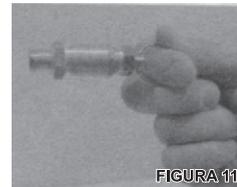
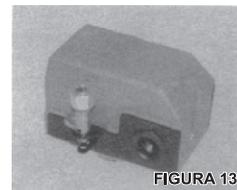

FIGURA 11
FIGURA 13
- Feche totalmente o registro para que o compressor encha o reservatório. Os compressores de baixa e alta pressão desligarão (através do pressostato - figura 13).
- Abra o registro para liberar o ar comprimido - interior do reservatório, fazendo com que sua pressão interna diminua. Os compressores de baixa e alta pressão religarão (através do pressostato) ou retomarão a compressão (através das válvulas piloto/descarga) automaticamente, quando o manômetro indicar uma pressão em torno de 5,5 (80) (pressostato) barg (lbf/pol²) e 9,4 (135) pressostato) 10,7 (55).
- Verifique o funcionamento da válvula de segurança 7 (figura 11).